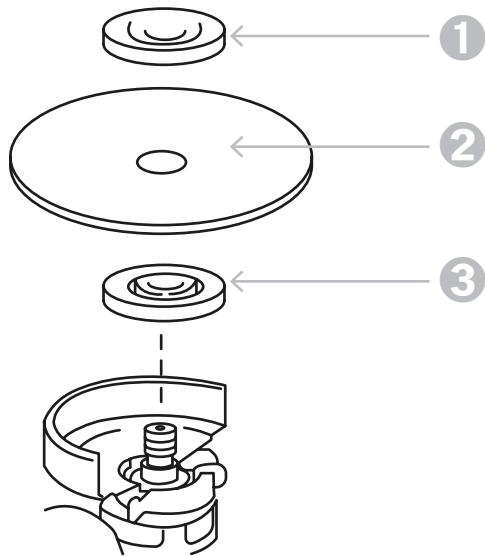

Рисунок 2.2.3. Установка оснастки
- ❶ Снимите наружный прижимной фланец «3» (рисунок 2.2.3.).
- ❷ Установите на изделие соответствующую оснастку «1», в зависимости от вида работы (шлифование, отрезание), совместив отверстие в оснастке с выступом внутренней шайбы «2» (рисунок 2.2.3.).
- ❸ **ВНИМАНИЕ!** При установке оснастки следуйте указаниям по направлению её вращения.
- ❹ Закрутите наружный фланец «3».